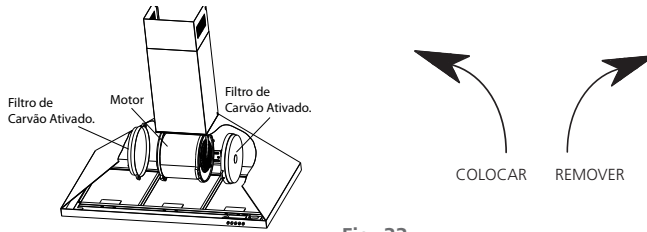

Fig. 33
- Remover o filtro de carvão ativado: Girar os filtros no sentido anti-horário [Fig. 33].